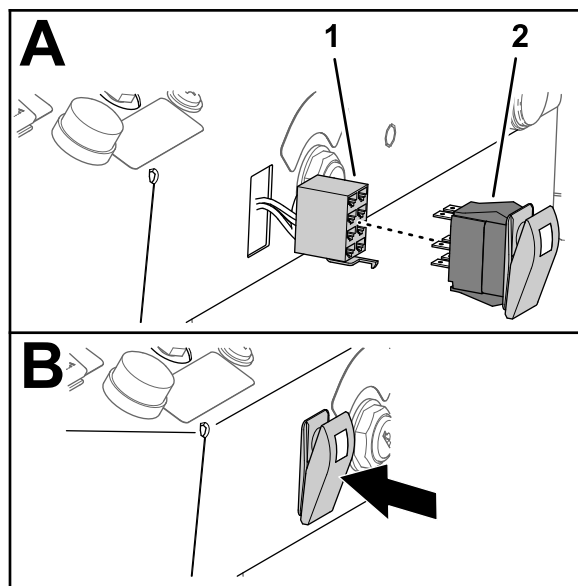

Figura 33
2. Alinee el conector hembra de 8 vías del interruptor de las luces de emergencia con el hueco del salpicadero (Figura 33) que hizo en el paso 1.
3. Enchufe el interruptor basculante iluminado en el conector hembra de 8 vías del interruptor de las luces de emergencia (Figura 33).
4. Introduzca el interruptor basculante en el hueco del salpicadero hasta que encaje firmemente en el salpicadero (Figura 33).